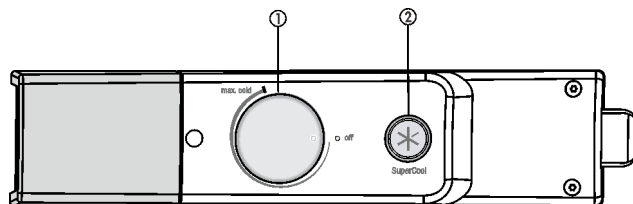

Fig. 3
- ▶ Faites tourner le bouton de réglage de la température Fig. 3 (1) dans le sens des aiguilles d'une montre jusqu'à la position du point moyen de température entre **off** et **max cold**.
- ▶ Tourner le régulateur de température Fig. 3 (1).